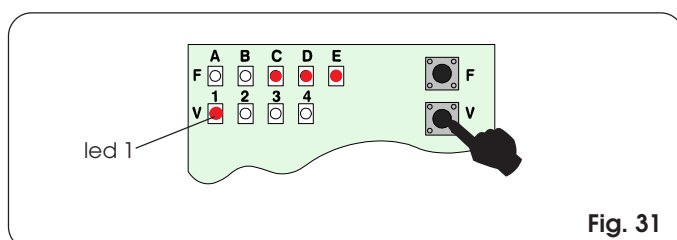
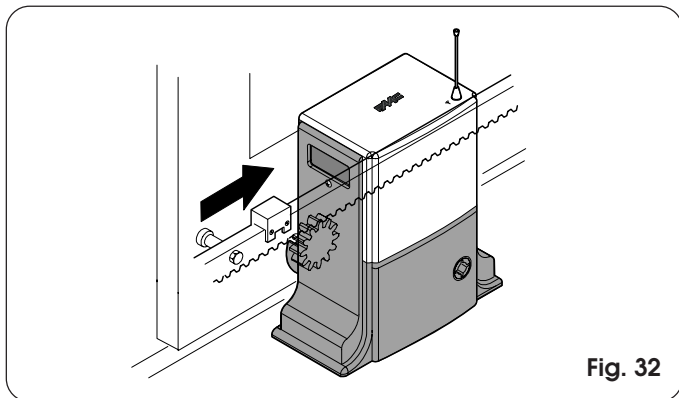
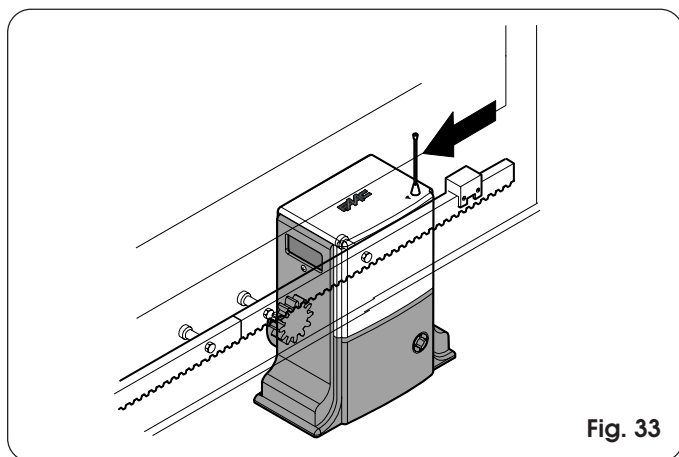

Fig. 31
Fig. 32
Fig. 33
- Roep de functie Status van de ingangen op door op de knop P2 te drukken (fig. 31 en par. 8.4).
- Verschuif de magneet over de tandheugel (fig. 32) totdat u ziet dat led 1 op de elektronische kaart uitgaat (fig. 31).
- Verschuif de magneet over de tandheugel (fig. 33) totdat u ziet dat led 1 op de elektronische kaart uitgaat (fig. 31).